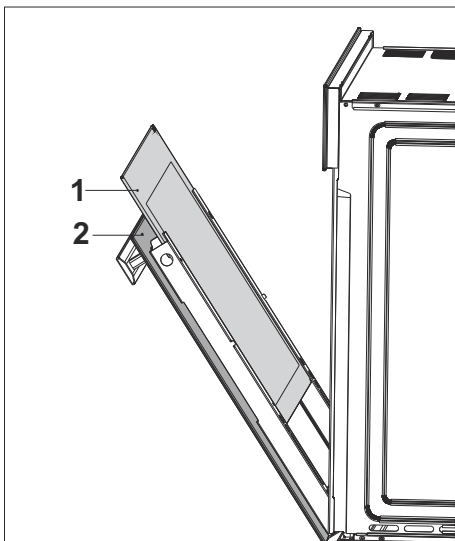

Abb. 30
- Entfernen Sie das innenliegende Glas der Backofentür, um es zu reinigen (Abb. 30).